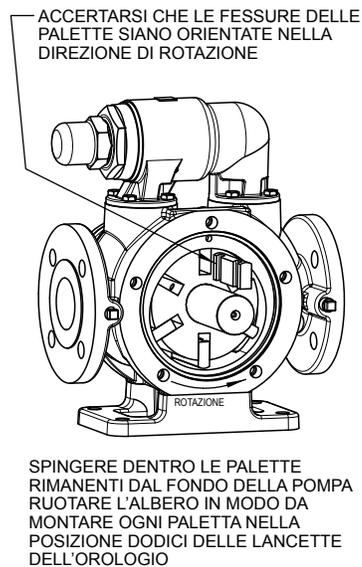

FIGURA 10
8. Accertarsi che le scanalature sulle palette siano aperte nella direzione di rotazione e che i bordi arrotondati delle palette siano rivolti via dall'albero come indicato in **Figura 10**. Girare l'albero a mano per accertarsi che tutte le palette e le aste di punteria si muovano liberamente.
5. Rimettere a posto il gruppo rotore/albero e le aste di punteria come descritto nella sezione **"Montaggio"**. Installare le palette nella direzione opposta come mostrato in **Figura 10**. Le scanalature delle palette dovrebbero ora aprirsi nella nuova direzione. Accertarsi che il bordo arrotondato delle palette venga in contatto con il corpo.